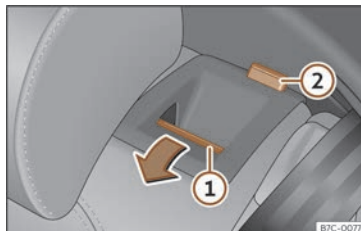

Fig. 114 Asento traseiro:abater o respaldo.
- Prema a tecla de desbloqueo»»» **fig. 114** ① cara adiante e, ao mesmo tempo, abata o respaldo. O respaldo traseiro está desbloqueado cando aparece unha marca vermella na tecla ②.
O respaldo traseiro está desbloqueado cando aparece unha marca vermella na tecla »» **fig. 114** ②.